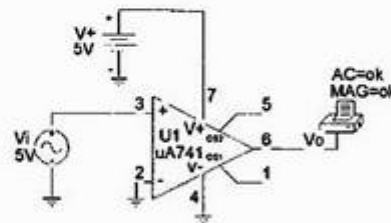
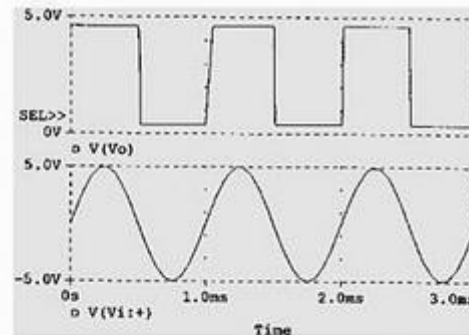

Figura 16.35 Esquema de um comparador.
Figura 16.36 Saída Probe para o comparador da Figura 16.35.
A operação de um CI comparador pode ser demonstrada utilizando um amp-op 741, como mostra a Figura 16.35. A entrada é um sinal senoidal de 5 V de pico. **Analysis Setup** oferece uma análise **Transient** com **Print Setup** de 20 ns e **Final Time** de 3 ms. Como o sinal de entrada é aplicado à entrada não-inversora, a saída está em fase com a entrada. Quando a entrada se torna maior que 0 V, a saída vai para o ponto de saturação positiva próximo de $+5$ V. Quando a entrada se torna menor que 0 V, a saída vai para o ponto de saturação negativa de 0 V, desde que a tensão negativa de entrada seja ajustada para esse valor. A Figura 16.36 mostra uma saída **PROBE** de tensões de entrada e saída.
- *27. Utilize o Design Center para desenhar um circuito esquemático como o da Figura 16.35. Examine a listagem de saída para verificar os resultados.